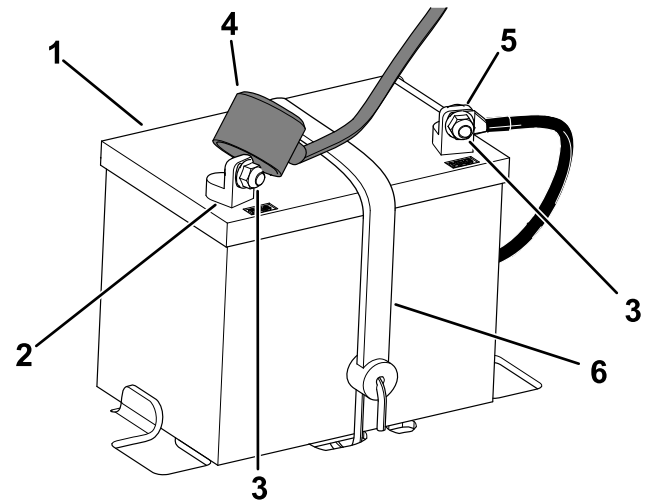

Bild 41
3. Klemmen Sie das Minuskabel (schwarz, Masse) vom Batteriepol ab (Bild 41).
5. Klemmen Sie das Pluskabel (rot) von der Batteriepol ab (Bild 41).
6. Entfernen Sie die Haltevorrichtung der Batterie (Bild 41) und nehmen Sie die Batterie aus dem Fach.
1. Stellen Sie die Batterie in das Batteriefach (Bild 41).
5. Befestigen Sie die Batterie mit der Haltevorrichtung (Bild 41).